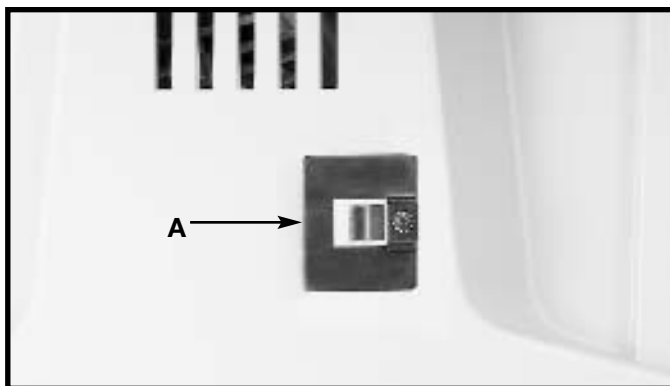
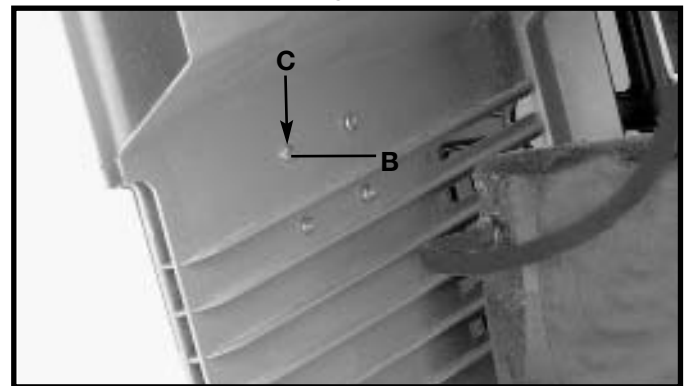

Fig. 21
Fig. 22
2. Ensamble el portador de la escuadra de ingletes (A) Fig. 21 a la izquierda del gabinete de la sierra utilizando los cuatro M4x.2x10mm tornillos (B) Fig. 22, y 3/16 plug. arandelas (C) desde el interior del gabinete de la sierra.